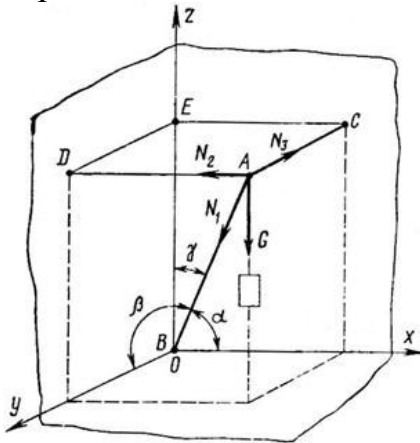

Рисунок 14
5. Найти усилия в стержне АВ (рис. 14) и цепях АС и АД, поддерживающих груз $G = 10 \text{ кН}$, если $a = 60^\circ$, $b = 30^\circ$, $g = 45^\circ$. АСЕD – прямоугольник, лежащий в горизонтальной плоскости. Крепление в точке В шарнирное.